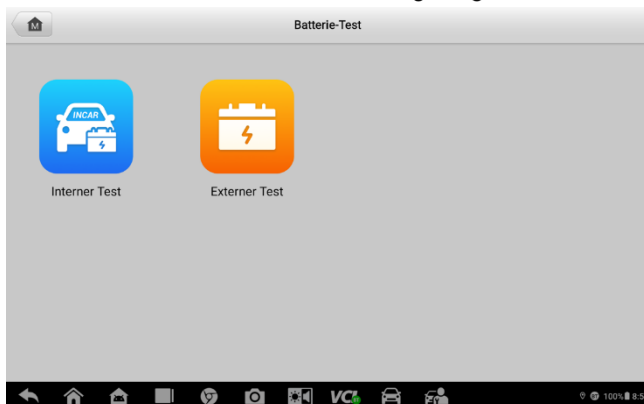

Abbildung 6-3 Batterietest-Bildschirm
1. Tippen Sie auf die Anwendung **Batterietest** auf dem OTOFIX Job-Menü. Der Batterietest-Bildschirm erscheint (siehe Abbildung 6-3 Batterietest-Bildschirm).